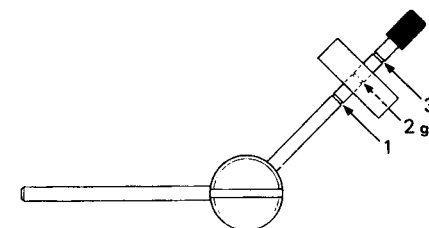

Fig. 11
6. Réglez le contrepois anti-skating sur la position correspondant à la force d'appui de la cellule. Retirez la tige de son ressort de blocage. (Fig. 11 et 12).
6. Antiskating-Gewicht auf den gleichen Wert wie die Auflagekraft einstellen. Dazu das Gewicht wie gezeigt bis zur entsprechenden Kerbe des Auslegers schieben und diesen von der Feder lösen. (Fig. 11 et 12).
6. Monteer nu het dwarsdrukgewicht en stel het in op dezelfde waarde als de naalddruk van het element. Laat het staafje van de veer loskomen. (Fig. 11 et 12).
6. Drag antiskatingvikten och sätt den på samma kraft som nåltrycket för pick-upen. Lös gör pinnen från fjädern. (Fig. 11 et 12).